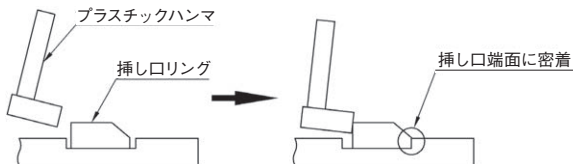

図 43 ハンマによる密着
- (3) 挿し口リングをロックリング絞り器で絞った状態で、傷つかないようにプラスチックハンマなどを使い、図 43 に示すように溝部の挿し口端面側に密着させる。